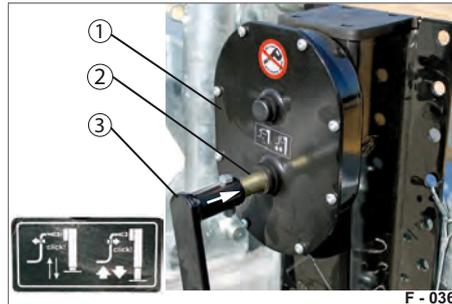

Abb. 50 Lastgang einschalten
- ▶ Kurbelwelle (Abb. 50/2) im Lastgang (eingedrückt) belassen.
- ▶ Kurbelwelle (Abb. 50/2) in den Lastgang eindrücken.